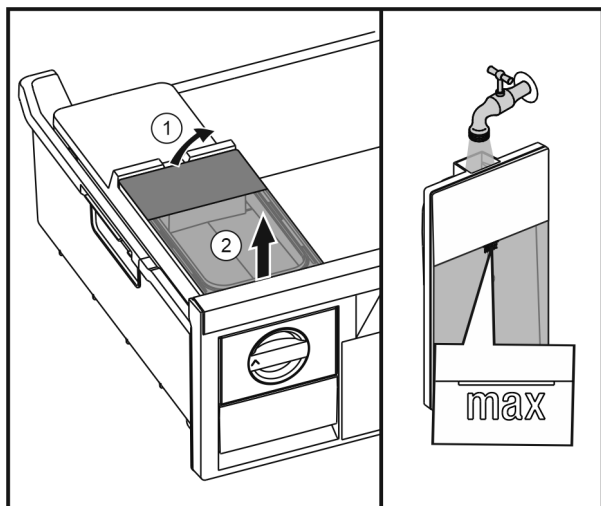

Fig. 31
- ▶ Podnieść zbiornik wody od tyłu Fig. 31 (1) i wyjąć go do góry Fig. 31 (2).